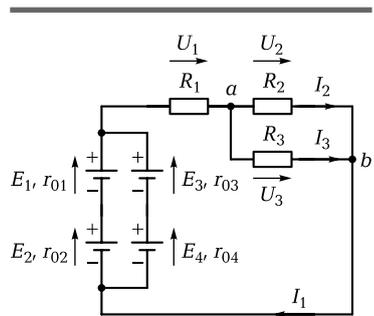

Рис. 1.2. К задаче 1.6
1.6. Для простой ЭЦ с несколькими источниками питания и смешанным включением приемников (рис. 1.2) известны ЭДС и внутренние сопротивления источников, а также сопротивления приемников: $E_1 = E_2 = E_3 = E_4 = E_0 = 4,5$ В; $r_{01} = r_{02} = r_{03} = r_{04} = r_0 = 1$ Ом; $R_1 = 20$ Ом, $R_2 = 40$ Ом, $R_3 = 60$ Ом.